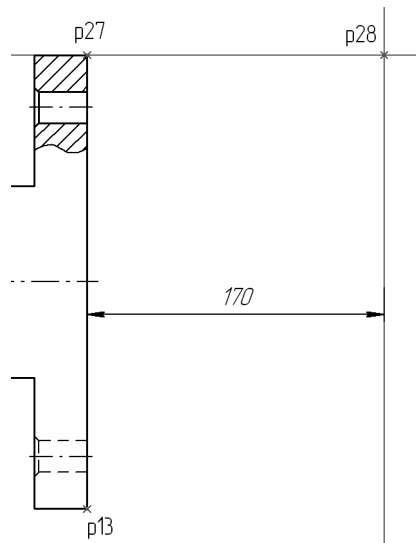

Рис. 51.74.
- ▼ параллельную отрезку р27–р13 справа от него на расстоянии 170 мм (рис. 51.74).